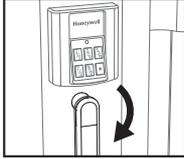

Figura 2
1. En la posición de bloqueo (figura 1), ingrese el código de acceso personal seguido de la tecla * (figura 2).